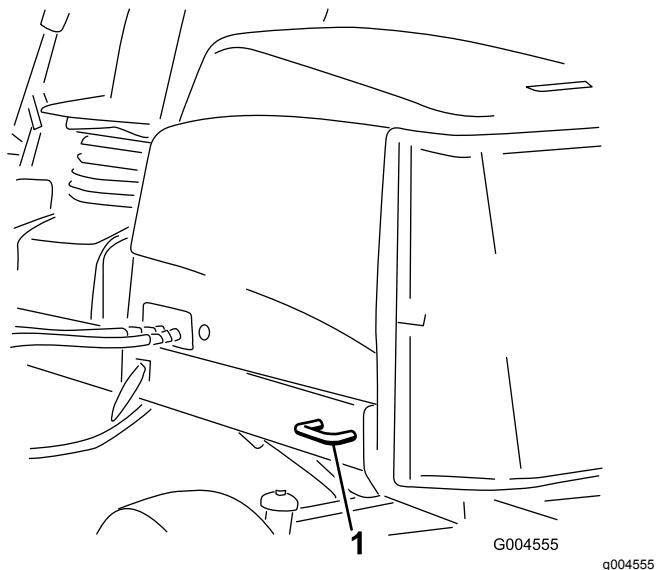

Bild 33
- Hinten: Jede Maschinenseite am hinteren Rahmen (Bild 33)